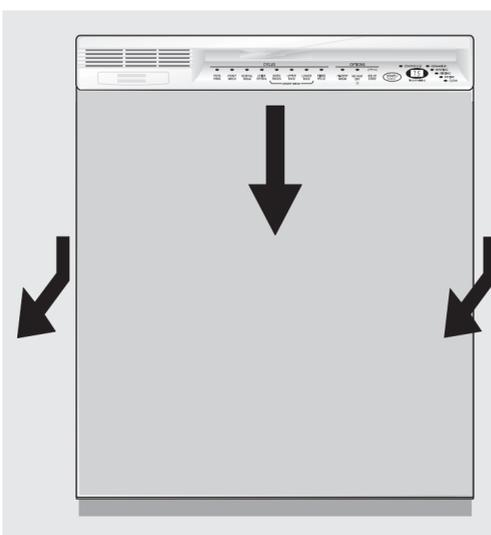

Figura 19
- Coloque una mano en cada lado de la puerta y tire hacia abajo en la parte superior aproximadamente 1/4". Jale todo el conjunto de la puerta para retirarla. Véase la figura 19.